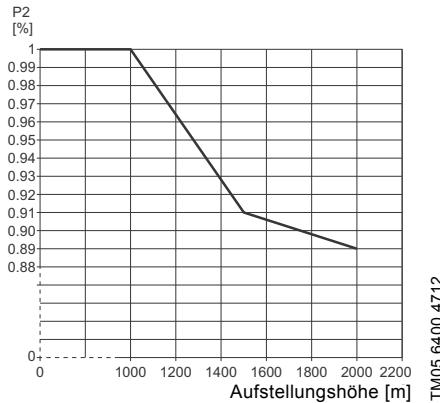

Abb. 3 Absinken der Motorausgangsleistung (P2) in Abhängigkeit von der Umgebungstemperatur und Aufstellungshöhe über NN
- Wird die Pumpe oberhalb von 1000 m über NN installiert, darf der Motor wegen der geringeren Dichte der Luft und der damit verbundenen geringeren Kühlleistung nicht mit voller Leistung betrieben werden. Siehe Abb. 3.